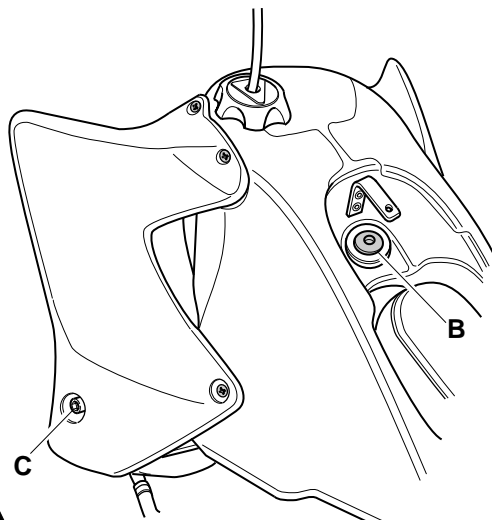

Fig. 37
2. Svitare la vite "B" (Fig. 37) di fissaggio del serbatoio del carburante e le viti "C" (Fig. 37) di fissaggio degli spoiler ai radiatori.
2. Unscrewing vine "B" (Fig. 37) of fixing of the tank of fuel and vines "C" (Fig. 37) of fixing of the spoiler to radiators.
2. Schraube "B" (Abb..37) (zur Behälterbefestigung) und Schrauben "C" (fg.37) (zur Befestigung der Spoiler an den Kühlern) ausdrehen.
2. Desserrez la vis "B" (Fig. 37) qui retient le réservoir à essence et les vis "C" (Fig. 37) qui fixent les ouïes aux radiateurs.